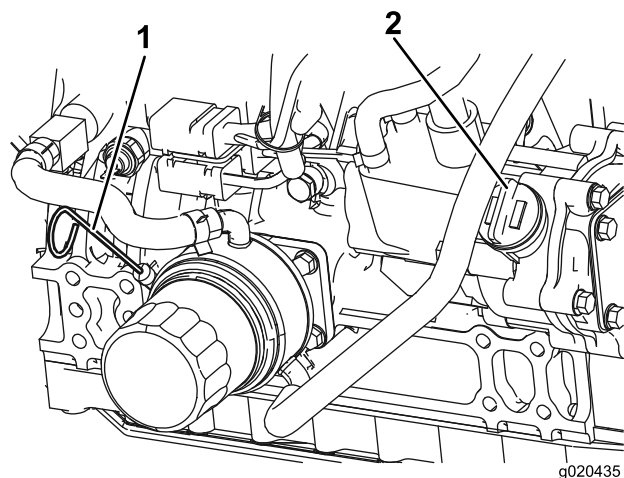

Figura 74
3. Togliete l'asta di livello, pulitela strofinandola, rimettetela nel tubo ed estraetela di nuovo. Il livello dell'olio deve essere tra la tacca "Full" (pieno) e quella "Add" (aggiunta) (Figura 74).